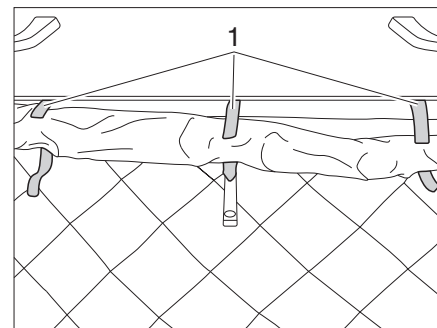

Fig. 17 Apertura delle chiusure a velcro
- Aprire le tre chiusure a velcro (Fig. 17,1) del soffietto di stoffa.
- Arrotolare accuratamente il soffietto di stoffa nella zona del bloccaggio e fissarlo con le tre chiusure a velcro (Fig. 17,1).